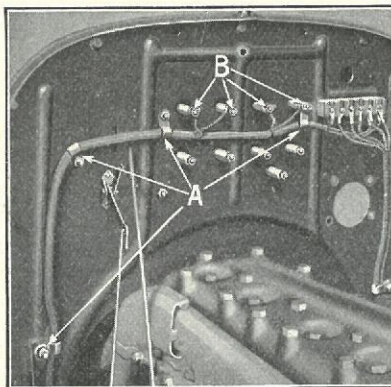

Fig. 93
- Læg Kablet i de fire Kabelholdere paa Forbrædtet (Fig. 93-A).